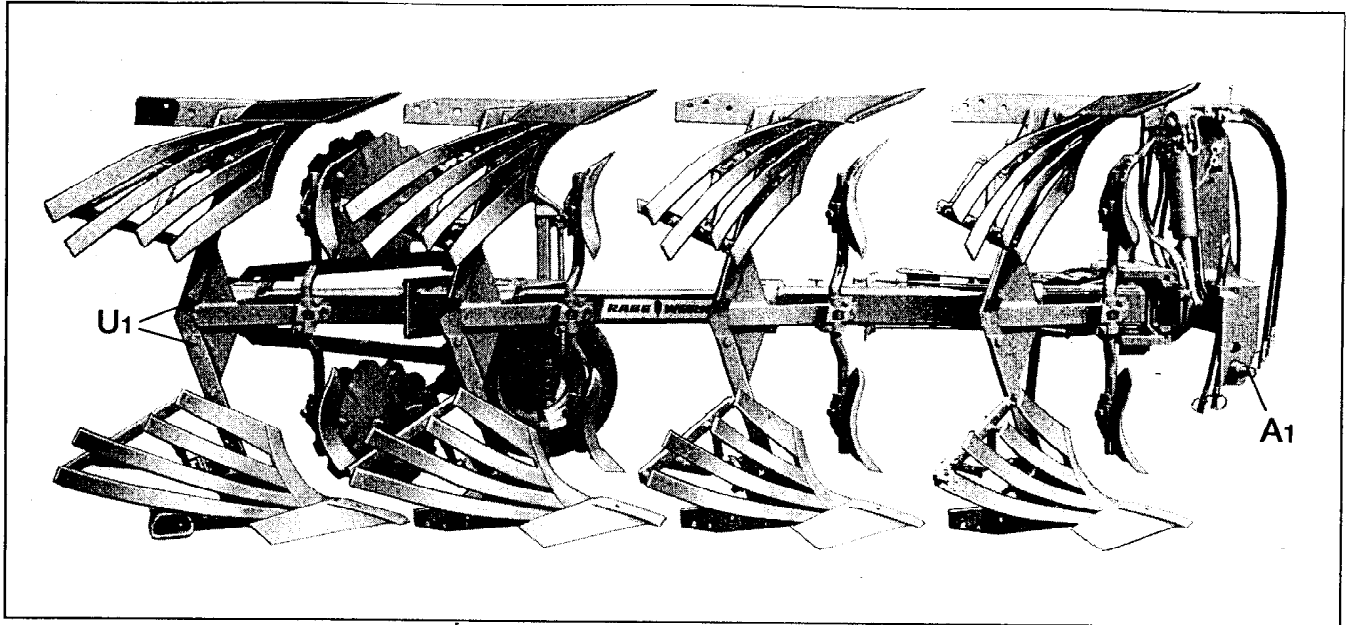

Fig. 1
**Protezione da sovraccarico bure** (anche per "Vari-Avant" montato in aggiunta) dopo l'inserimento di una nuova vite del tagliente (U1; fig. 1 + 17) serrare anche l'altra vite della bure.